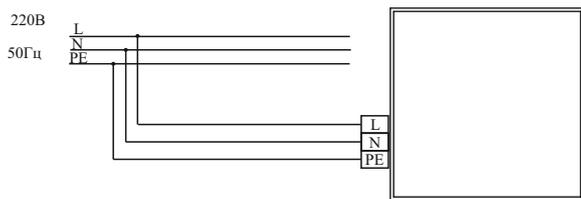

Рисунок 1
- При помощи соединительных клемм подключите к драйверу сетевые провода согласно схеме подключения (рисунок 1 и 2).